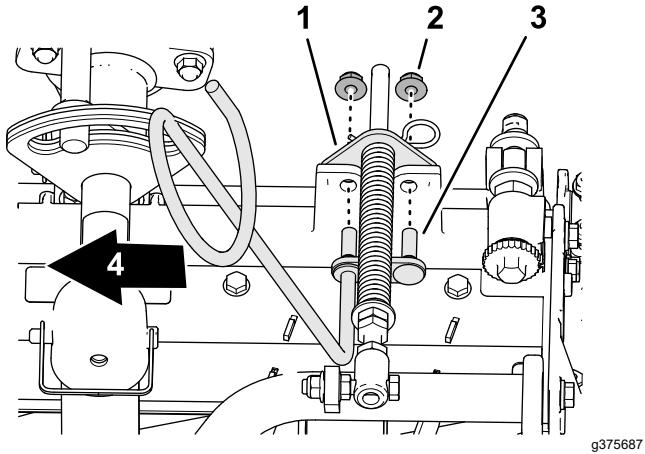

图 11
5. 将左软管导向架的螺柱与滚刀组架和草坪补偿支架上的孔对齐 图 11。